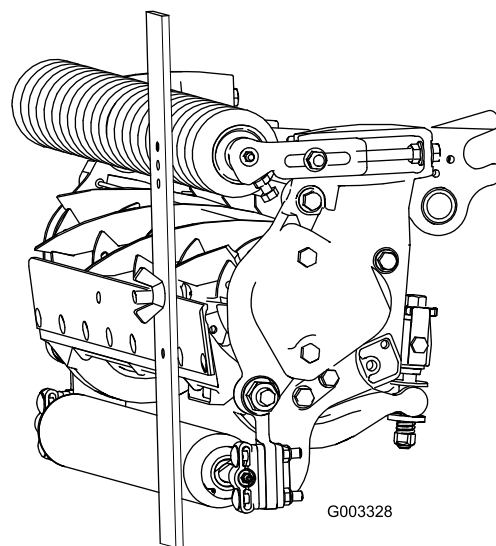

Figura 26
4. Prenda a cabeça do parafuso à extremidade cortante da lâmina de corte e apoie a extremidade traseira da barra no rolo traseiro (Figura 26).
5. Rode o parafuso de ajuste até que o rolo entre em contacto com a dianteira da barra indicadora (Figura 26). Ajuste ambas as extremidades do rolo até que todo o rolo esteja paralelo à lâmina de corte.